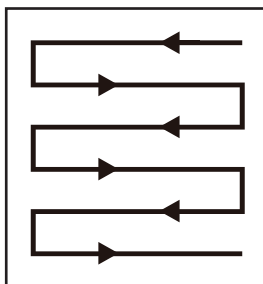

Fig. 12
4. Împinge produsul lent înainte. Stai întotdeauna în spatele mașinii de tuns iarba și ține mânerul (1) cu ambele mâini în timpul utilizării.
5. Tunde în rânduri care se suprapun puțin. Tiparul cel mai eficient pentru tunderea gazonului este cel în linii drepte de-a lungul unei laturi. Astfel, rândurile rămân egale și tot gazonul este tuns fără a omite vreun loc (fig. 12).